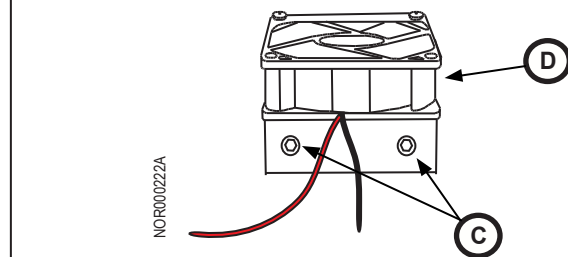

Fig. 7: Montaje del ventilador
2. Saque los tornillos del ventilador (Fig. 7, C) (2x) del conjunto de ventilador / soporte. Saque el conjunto de ventilador / soporte (Fig. 7, D) y póngalo aparte.